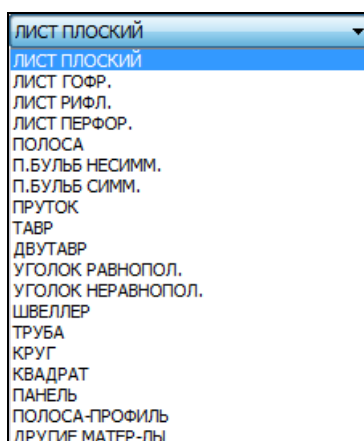

Рисунок 20. Раскрывающийся список **Вид материала**
Содержание списка **Материалы заказа** зависит от того, какой элемент выбран в списке **Вид материала** (рис. 20).
Реквизит **Номер профиля (11)** и все реквизиты области **Параметры профиля** используются только в профильных материалах (к ним отнесены все виды материалов, кроме **ЛИСТ ПЛОСКИЙ, ЛИСТ ГОФР., ЛИСТ РИФЛ., ЛИСТ ПЕРФОР., ПОЛОСА, ДРУГИЕ МАТЕР-ЛЫ**, см. рис. 20). Параметры P1—P4 относятся к параметрам геометрии сечения профиля (радиусы скругления, угол наклона и т. д.). Их смысл зависит от вида материала. Параметры H1 и H2 задают нижнюю и верхнюю границы для инверсных линий.